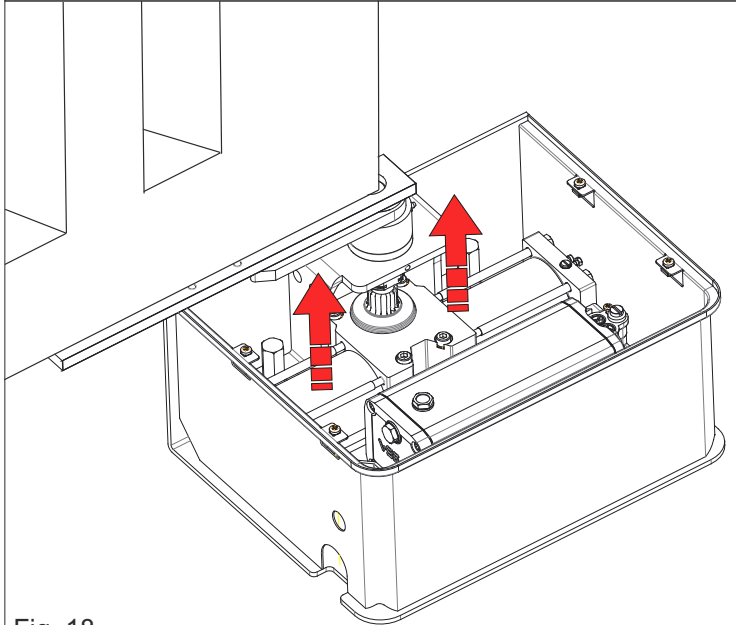

Fig. 18
- 5.3.** Soulever l'opérateur et insérez la tige cannelé de l'opérateur dans le trou de la tige du caisson (Fig. 18)